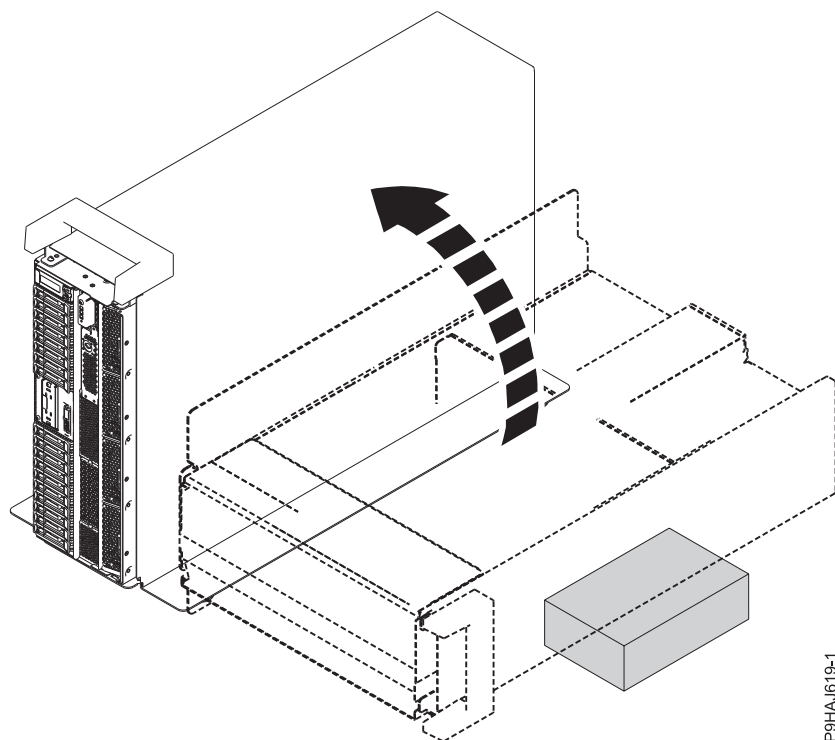

Figura 70. Traslado del sistema autónomo a la posición vertical
- a. Incline con cuidado el sistema autónomo desde su posición horizontal de nuevo hasta la posición vertical. Vea la Figura 70 en la página 91.